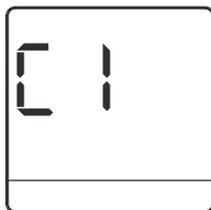

Рисунок 4.3
- Длительно нажмите кнопки  и  на пульте ДУ на 8 секунд, чтобы войти в режим расширенных настроек параметров. В поле температуры отобразится значок «C1» (см. Рис. 4.3);